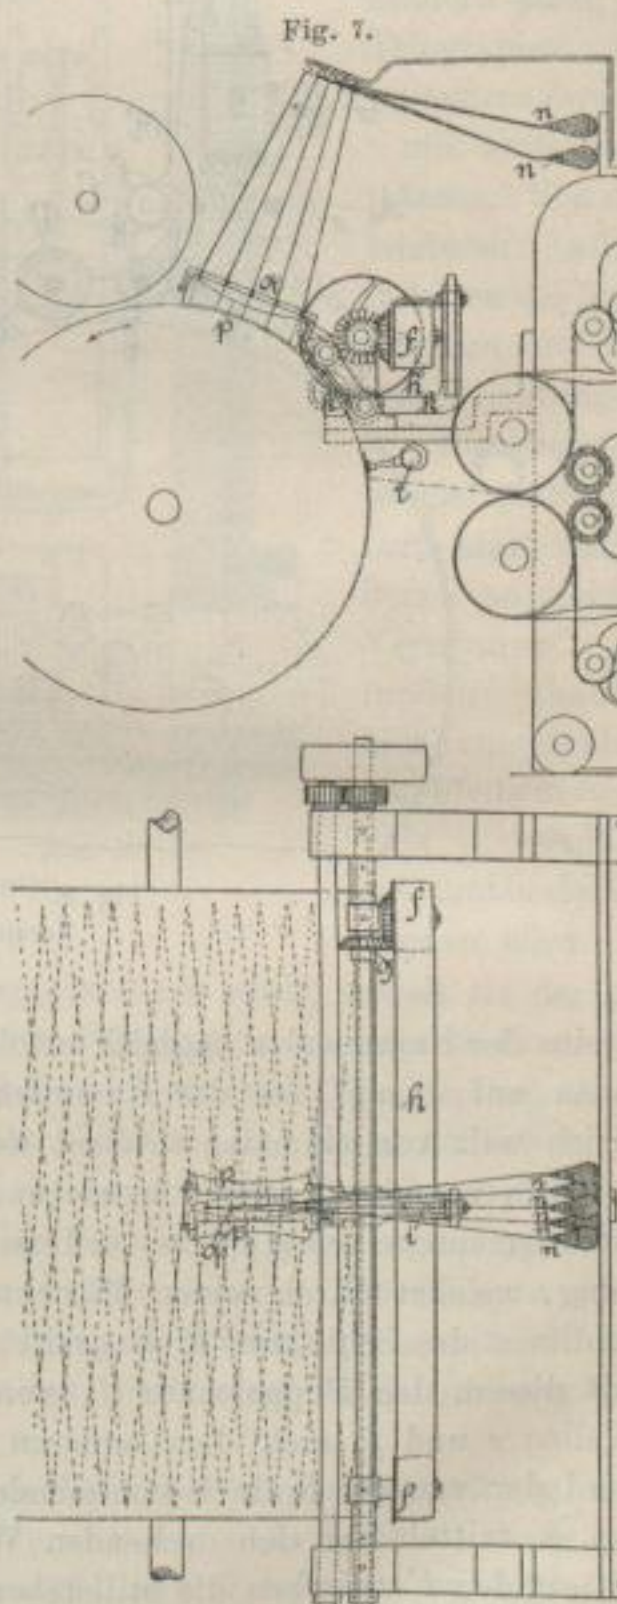

Fig. 7.
*Schneider und Finger* in Aachen bewirken auf der Vorspinnkrepel für geflammte Garne (D. R. P. Kl. 76 Nr. 45653, Fig. 7 und 8) die Zuführung der farbigen